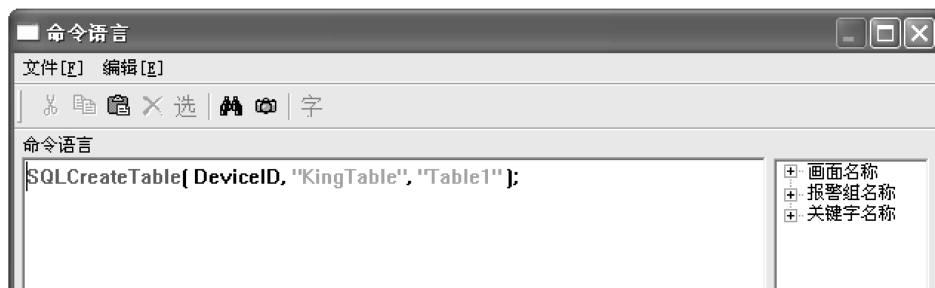

图 8-41 创建数据库表格命令语言
- 2) 在按钮的弹起事件中输入命令语言，如图 8-41 所示。